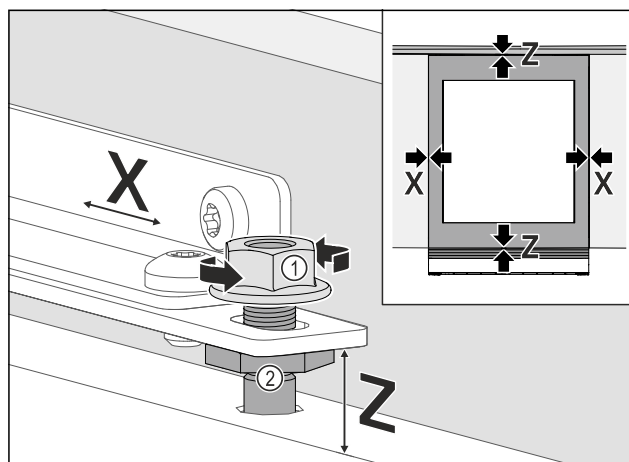

Fig. 106
- ▶ Nolīmeņojiet mēbeles durvis uz sāniem: Atskrūvējiet pretuzgriezni *Fig. 106 (1)*, pārbīdīet mēbeles durvis virzienā **X**.
- ▶ Pievelciet pretuzgriežņus *Fig. 106 (1)*.
- ▶ Nolīmeņojiet mēbeles durvis augstumā **Z** un sānu slīpumā: Iestatiet regulējošās skrūves *Fig. 106 (2)*.